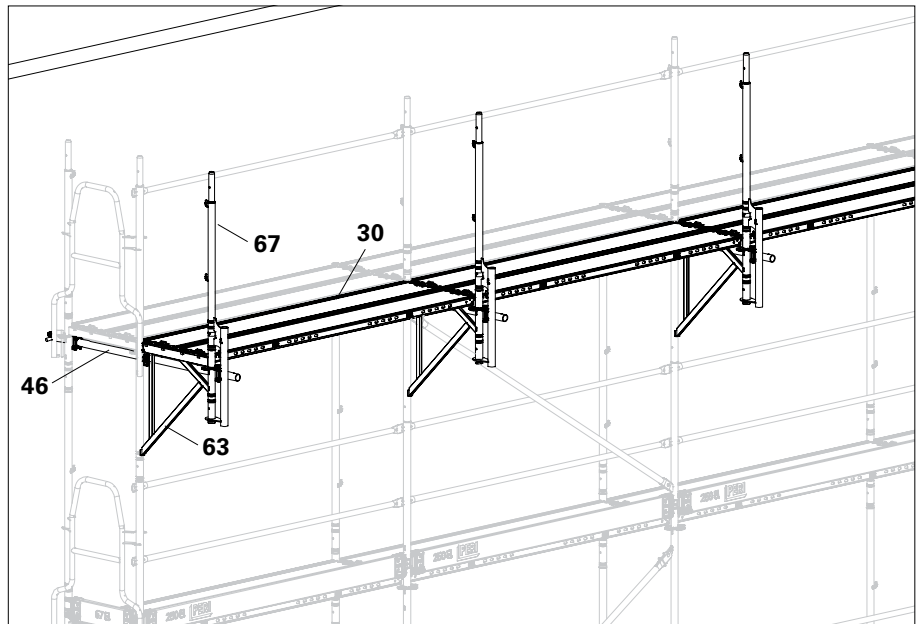

Abb. D2.02
- Variante 1: Jeden Rahmenzug am Innen- und Außenstiel der Vertikalrahmen und am Randstiel der Konsole ECM mit einem Gerüsthalter (46) verankern. (Abb. D2.02)